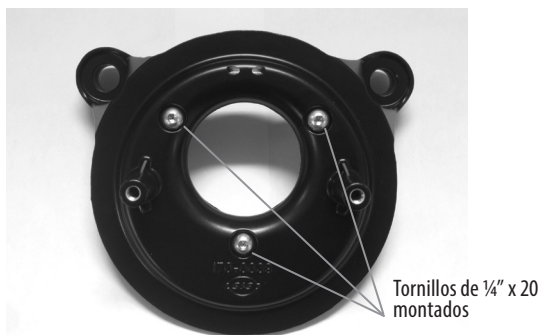

Figura 2
2. Coloque los tres tornillos como se muestra en la figura 2.